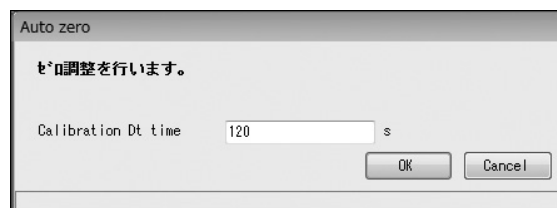

図3-61
- ① メニューの「Diag/Service (T)」をクリックし、「Calibration」のドロップダウンリストの中から「Auto zero」を選び再度クリックします。
- ② 次のウィンドウ（図3-61）が表示されます。キャリブレーションを行う時間を設定し、流体を完全に停止させた後「OK」ボタンをクリックしてください。
- ④ 「OK」 ボタンをクリックすると、ゼロ点調整が行われます。開始した時にメッセージボックス（図3-63）が表示されます。「OK」 ボタンをクリックすると、図3-61 に戻るので「Cancel」 ボタンをクリックして終了してください。なお、この間変換器はゼロ点調整実行中となります。